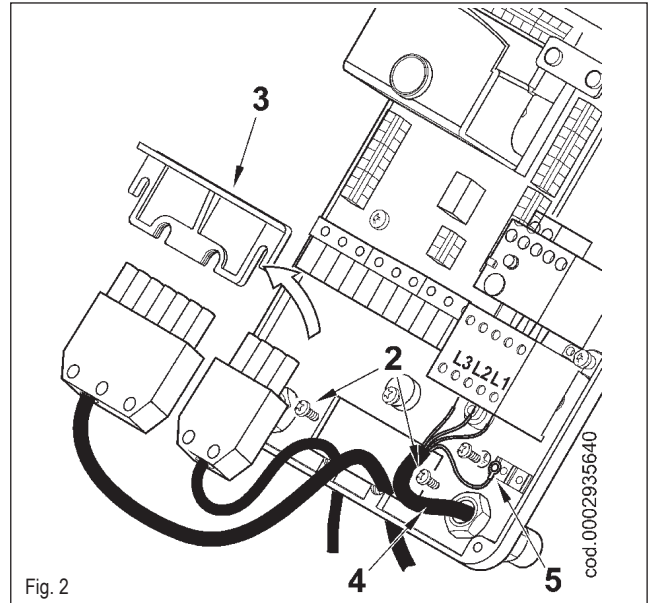

Fig. 2
- Enlever le couvercle en dévissant les 4 vis (1) indiquées sur la figure, sans enlever la porte transparente. Il est alors possible d'accéder au tableau électrique du brûleur.
- Desserrer les vis (2) et, après avoir enlevé la plaquette de serrage des câbles (3), faire passer à travers l'orifice les deux fiches à 7 et à 4 pôles (voir figure 2). Relier les câbles d'alimentation (4) au téleinterrupteur, fixer le câble de terre (5) et serrer le serre-câble correspondant.